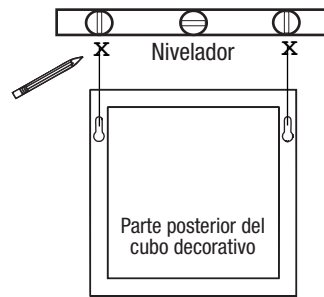

Figura 1
PASO 1: Seleccione las áreas de instalación y marque las ubicaciones de los ojos de la cerradura sobre la pared a la distancia correcta. Utilice un nivelador para asegurar que la caja de sombra esté derecha, como se muestra en la **Figura 1**.